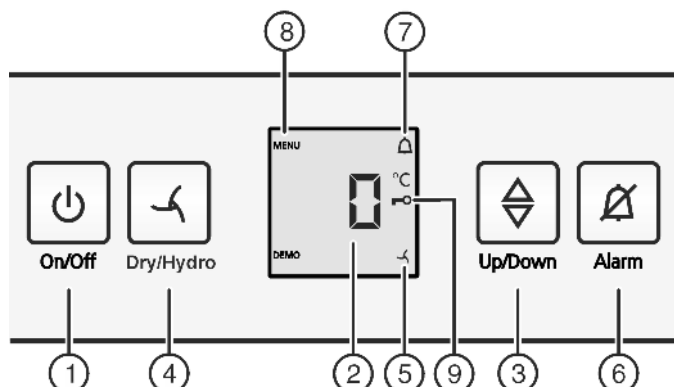

Fig. 2
- ▶ нажмите кнопку On/Off Fig. 2 (1).
- ▶ Активация режима настройки: удерживайте кнопку «Dry/Hydro» Fig. 2 (4) прилб. 6 секунд.
- ▷ Символ меню Fig. 2 (8) горит.
- ▶ Коротко нажмите кнопку Dry/Hydro Fig. 2 (4) для подтверждения.
- ▶ Для включения защиты от детей коротко нажмите кнопку Dry/Hydro Fig. 2 (4).
- ▷ Символ "Защита от детей" Fig. 2 (9) горит. На индикации мигает **c**.
- ▶ Для выключения защиты от детей коротко нажмите кнопку Dry/Hydro Fig. 2 (4).
- ▷ Символ защиты от детей Fig. 2 (9) гаснет. На индикации мигает **c**.
- ▶ Выход из режима настройки: Нажать кнопку "On/Off" Fig. 2 (1).
- ▶ Нажмите кнопку Alarm Fig. 2 (6).